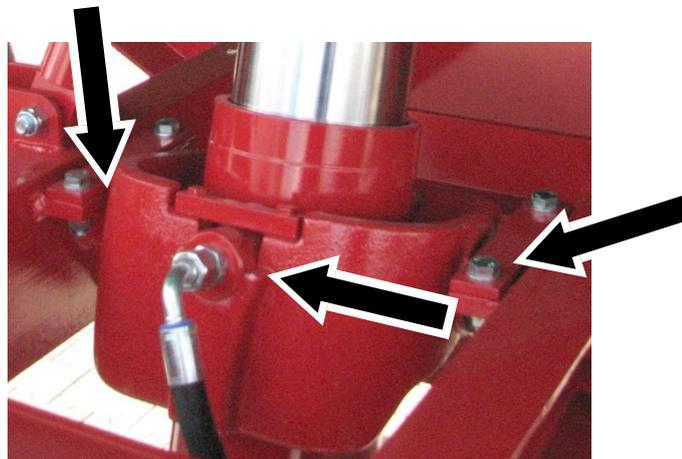

Abbildung 87: 4 Lagerbolzen des Kardanrings
- ⇒ Fetten Sie die Lagerbolzen des Kardanrings ein (siehe Abbildung 87).